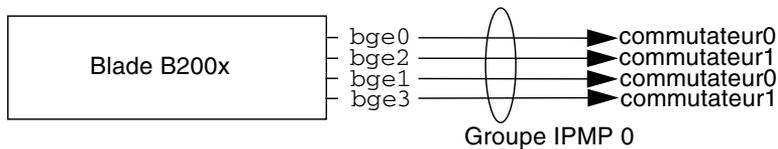

FIGURE 11-1 Schéma illustrant un unique groupe Single IPMP contenant les quatre interfaces de la blade
- L'une de ces méthodes utilise un unique groupe d'interfaces IPMP (FIGURE 11-1). Dans cette méthode, toute panne sur l'une des interfaces entraînera l'utilisation de l'une des autres interfaces de la blade.